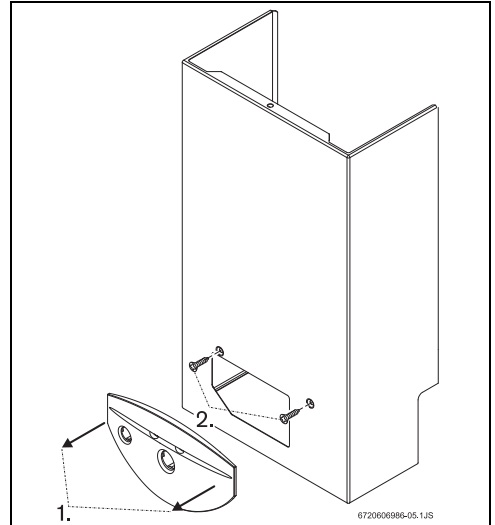

Fig. 14 Retirada de la parte frontal
- ▶ Retire el panel de mandos del aparato. Para ello, basta con empujarlo ligeramente hacia sí mismo (Fig. 14, [1]).
- ▶ Afloje los dos tornillos (Fig. 14, [2]).